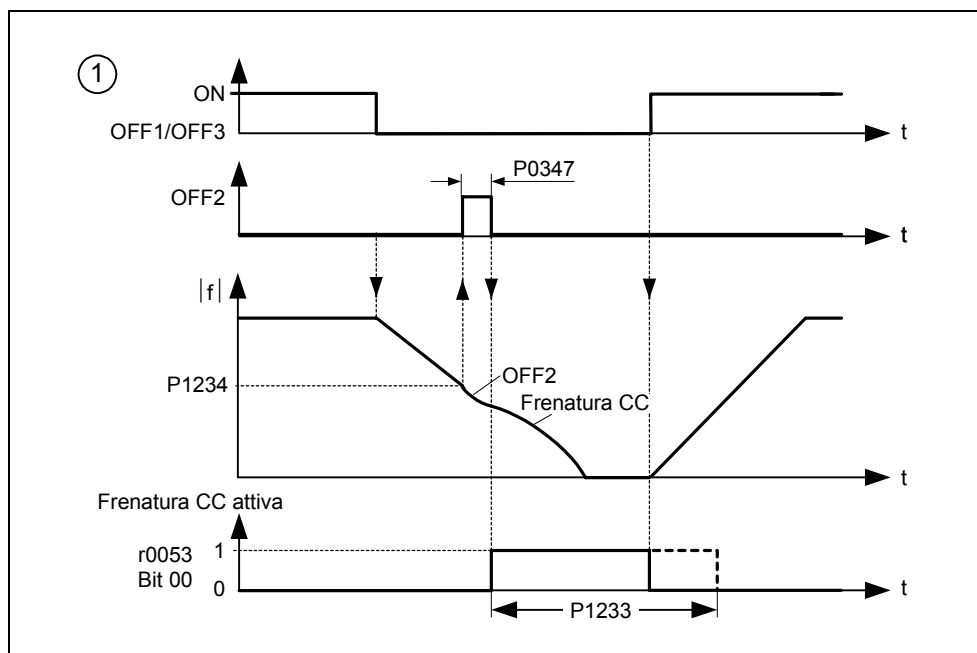

Figura 3-52 Freno in c.c. dopo OFF1 / OFF3
2. Attivazione del freno in c.c. con il comando OFF1 od OFF3 (vedi Figura 3-52)